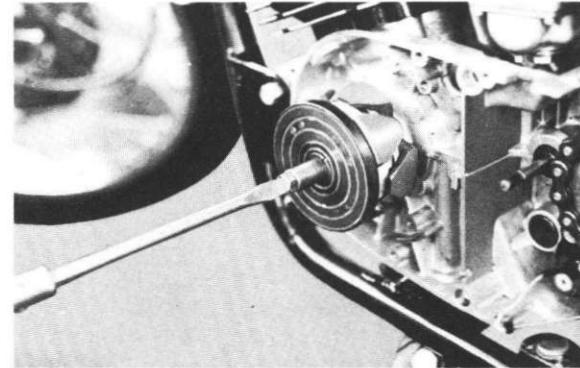

Fig. 4-1-8
8. Remove the rotor bolt and cam. (Fig. 4-1-8)
8. Retirez le boulon de rotor et la came. (Fig. 4-1-8)
8. Läuferschraube und Nocke entfernen. (Abb. 4-1-8)